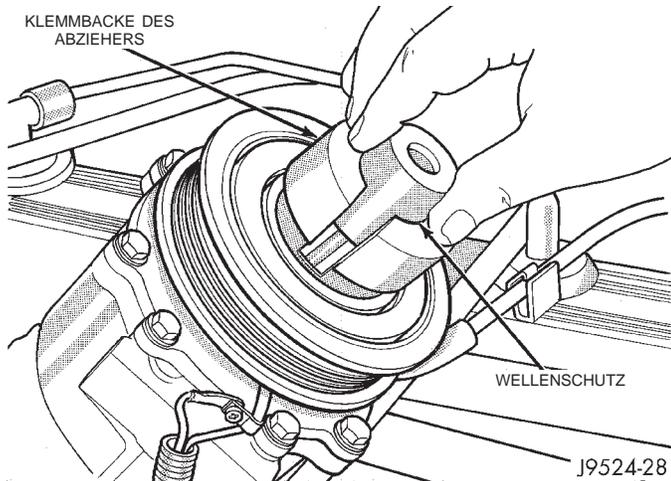

Abb. 22 Wellenschutz und Abzieher
(10) Die Klemmbacke des Abziehers C-6141-1 in die Nut, die durch den Ausbau des Sicherungsrings freigelegt wurde, einsetzen und den Wellenschutz (Spezialwerkzeug C-6141-2) montieren (Abb. 22).